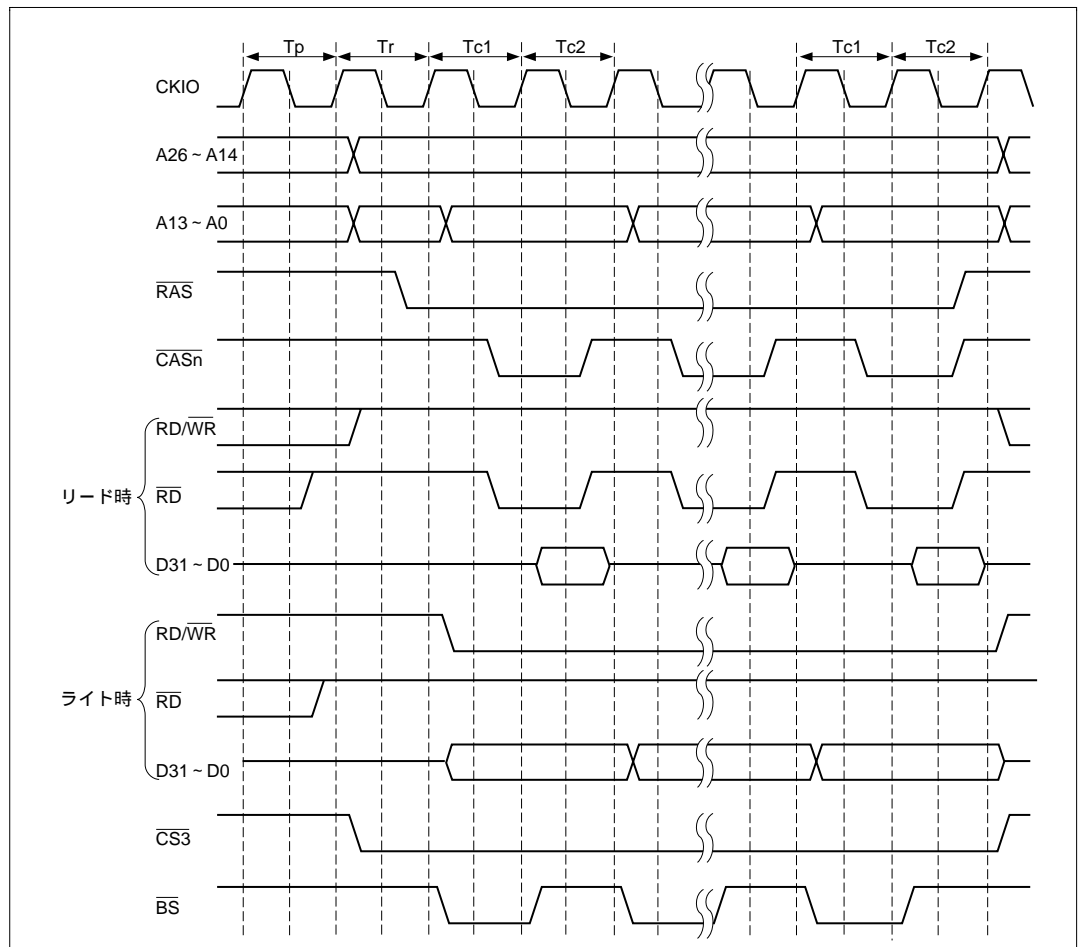

図 7.34 バーストアクセスタイミング
DRAM には、アクセスのたびにロウアドレスを出力してデータをアクセスするノーマルアクセスの他に、同一のロウに対するアクセスが連続する場合、ロウアドレスを 1 度出力したあとはカラムアドレスを変更するだけでデータに高速にアクセスできる、高速ページモードを備えているものがあります。MCR のバーストイネーブルビット (BE) の設定によって、ノーマルアクセスと高速ページモードを利用したバーストアクセスを選択することができます。高速ページモードによるバーストアクセスのタイミングを図 7.34 に示します。バーストアクセスを行う場合にも、ウェイトステート制御機能によるサイクルの挿入を行うことができます。